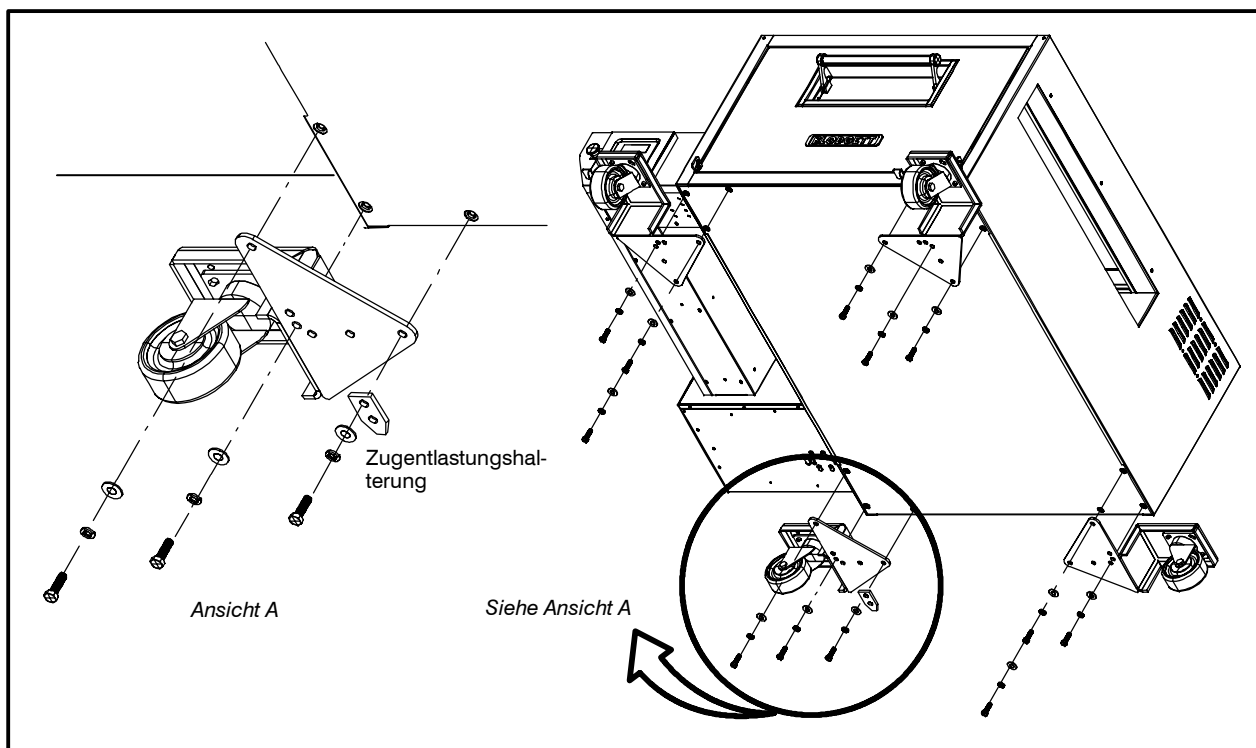

Abbildung 5
1. Befestigen Sie die Laufrollen am Ofen mit 0.9525-16 x .125 Kopschrauben, Sicherungsblechen und Unterlegscheiben. Die richtige Ausrichtung der Laufrollen sehen Sie in Abbildung 5.
Befestigen Sie bei Gasmodellen die Zugentlastungshalterung an der hinteren linken Laufrolle, wie in Abbildung 5 dargestellt.